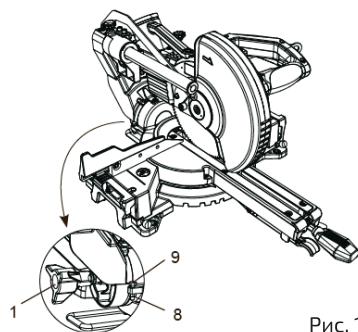

Рис. 13
1. Ослабить ручку блокировки наклона (1) и наклонить режущий блок пилы влево до упора (рис. 13).
3. Если угол отличается от 45° , наклонить режущий блок пилы вправо, ослабить стопорную гайку (8) и ключом на 10 отрегулировать винтом (9) требуемый угол наклона.
6. Затянуть ручку блокировки наклона (1) и стопорную гайку (8) по завершении регулировки.